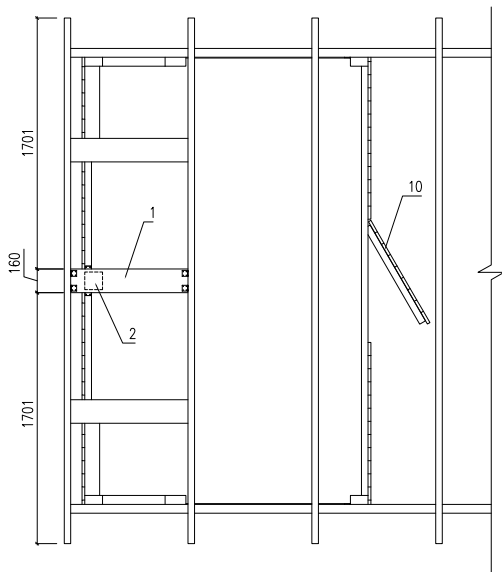
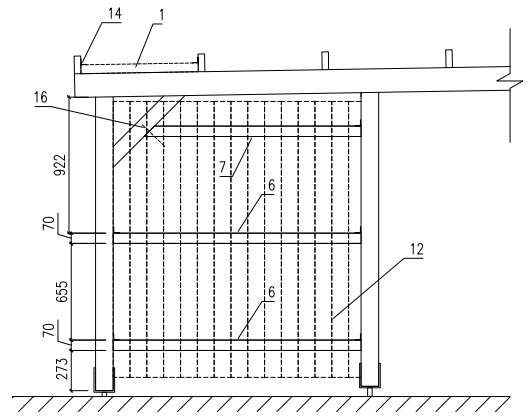

Fig. 1 Top
Fig. 2 Side
Place the support component (Pos.1) according to Fig. 1 and 2, using L-irons (Pos. 14).
Als erstes werden die Details (Pos. 1) angebracht und mit Winkeln (Pos. 14) fixiert (s. Abbildungen Fig. 1 und Fig. 2).
Mettez en place le détail d'appui (Pos. 1) à l'aide des équerres (Pos. 14) - regardez Fig. 1 et 2.
Porre il componente di supporto (Pos 1) secondo Fig. 1 e 2 usando quadrati (Pos. 14).
Montera kortlingarna (pos. 1) enligt fig 1 & 2 med vinkeljärn. (pos. 14)